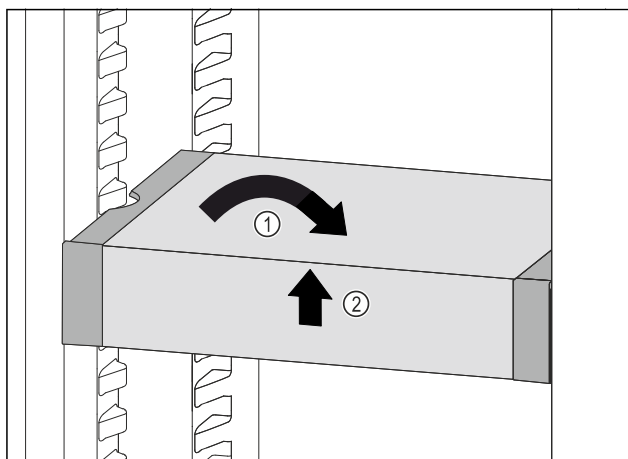

Fig. 89
- ▶ Remettre le VarioSafe droit. Fig. 89 (1)
- ▶ Soulever la partie avant du VarioSafe. Fig. 89 (2)